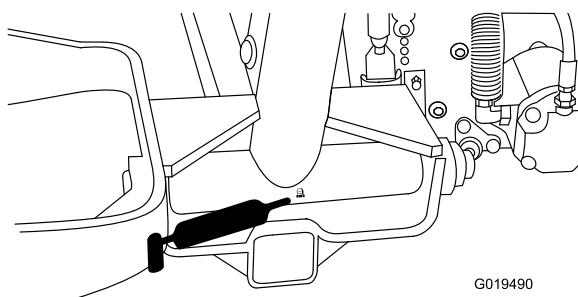

Figura 46
- Perno del braccio di sollevamento (3) (Figura 46).